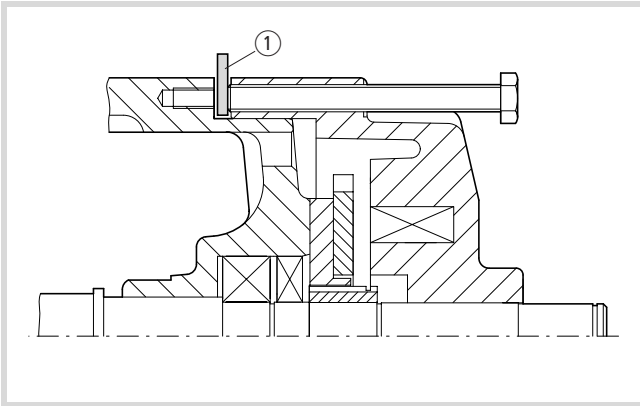

Abbildung 5: Blechstreifen einlegen
Zum Schutz der Gewinde im Motorgehäuse legen Sie einen Blechstreifen (→ Legende ① in Abb. 5) unter die Abdrückschrauben, sobald sich die Gehäuse voneinander abgehoben haben.